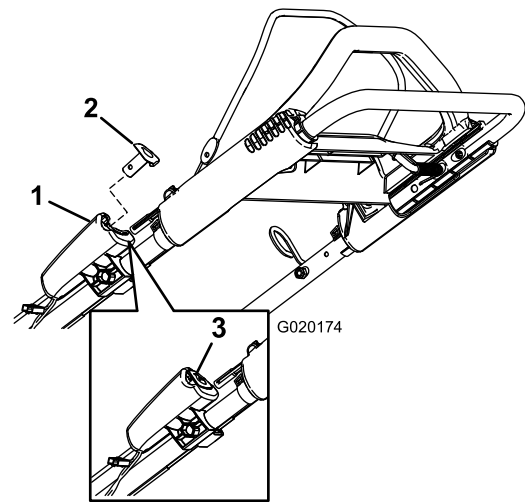

Figure 18
2. Appuyez sur le bouton de démarrage électrique jusqu'à ce que le moteur démarre (Figure 18).
Remarque: Si vous avez retiré le bouton de démarrage électrique, insérez-le dans le démarreur électrique ; voir Figure 18.